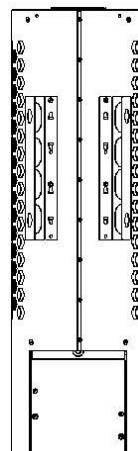

Figure 6
- Consultez le tableau 2 de la page 6 pour connaître la taille des fusibles adaptés (A) et le diamètre correct du câble d'alimentation (mm²) du chauffe-sauna en question.
- Pour installer votre chauffe-sauna Piccolo en angle, détachez les supports muraux du système, inclinez-les selon un angle de 180° et attachez-les à nouveau. Voir la Figure 6, à la page 5.